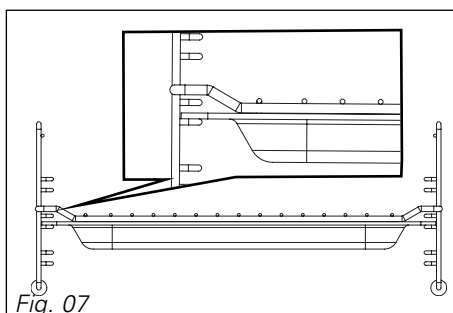

Fig. 07
• **Het rooster + de glazen braadslee:** plaats het rooster op de braadslee om te braden en het braadnat op te vangen (Fig. 07)